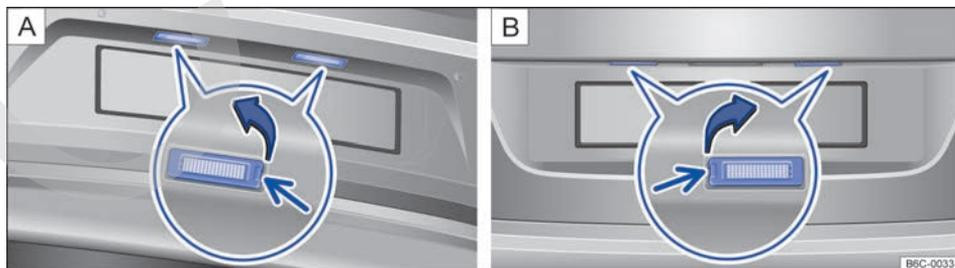

Fig. 178 Luces de matrícula: **A** En el paragolpes trasero (vehículo compacto). **B** En el portón del maletero (vehículo sedán, Ameo).
2. Presione con un destornillador en el rebaje de la luz de matrícula, en el sentido de la flecha → fig. 178.